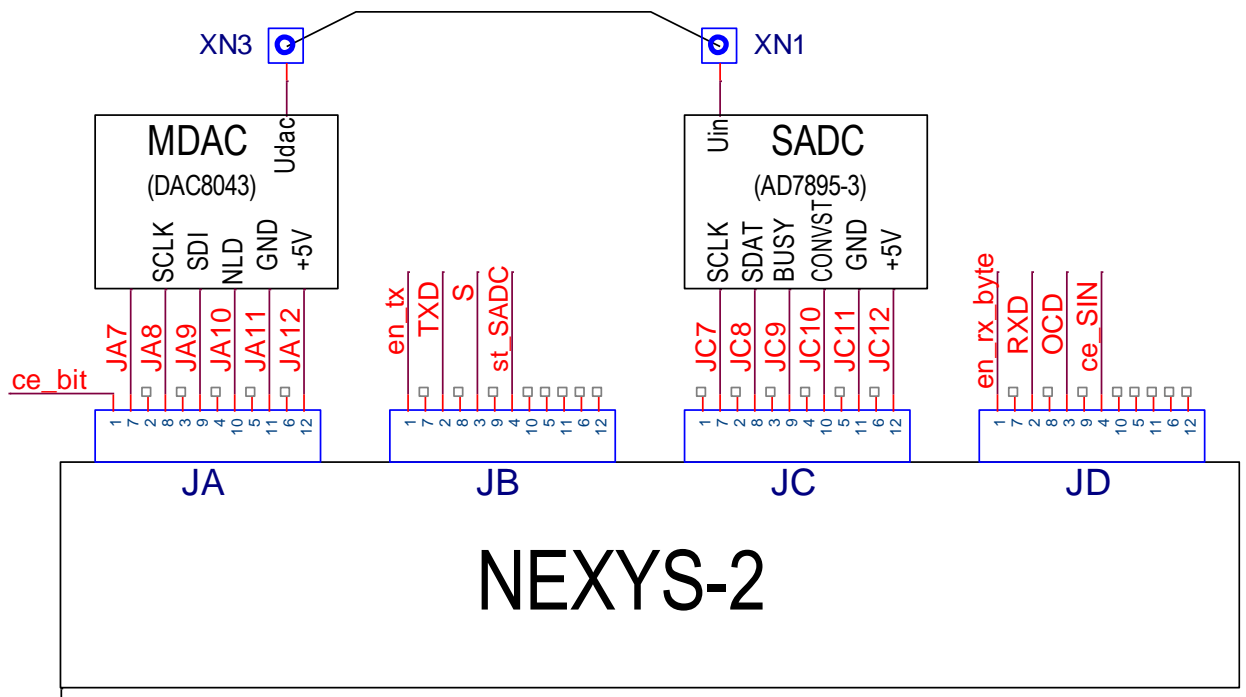

Рис.3 Схема соединения макетов MDAC и SADC с макетом NEXYS-2
6.1 Создать лист схемы **S_Sch_Lab414_F95** (New Source - Schematic). Из созданных символов составить схему рис.3. Выполнить синтез (Synthesize - XST), исправить ошибки.
Соединить проводной переключкой выход XN3 MDAC с входом XN1 SADC (см. рис.3).